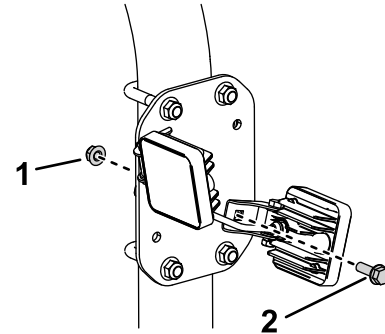

Bild 9
1. Entfernen Sie die hinteren Muttern und Schrauben von der Halterung der Arbeitsscheinwerfer, wie in **Bild 9** dargestellt.